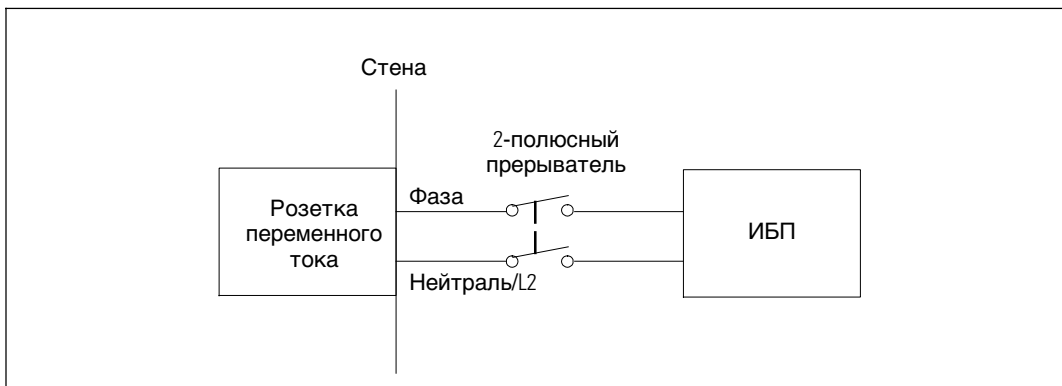

Рисунок 17. Схема прерывателя цепи
- Предохранительное устройство требует наличия двухполюсного устройства рассоединения между входом ИБП и сетью (см. Рисунок 17)